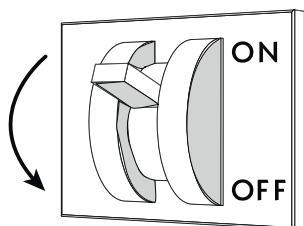

Fig. 27
- Couper la tension électrique au meuble réfrigéré en intervenant sur l'interrupteur-sectionneur général mural ("Fig. 27").